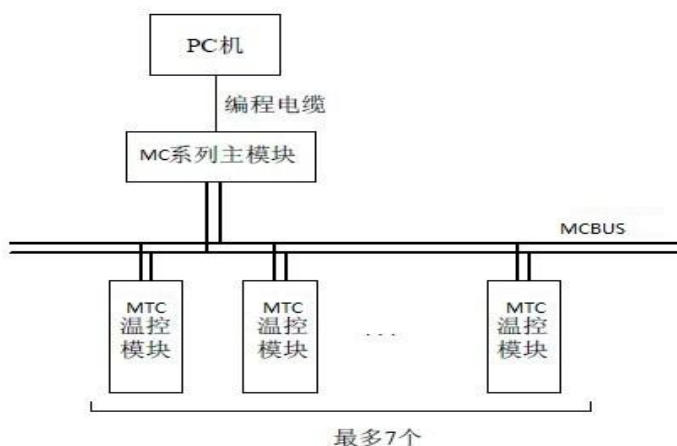

图3-2 连接示意图
3. 将MTC的通讯协议选择拨码开关（位置见图1-1）的第七位拨到“1”选择MCbus 通讯协议（见图3-2）。PLC 主模块与MTC通过MCbus 总线连接，最多可以对7 个站点进行配置和监控。接线示意图如下所示。